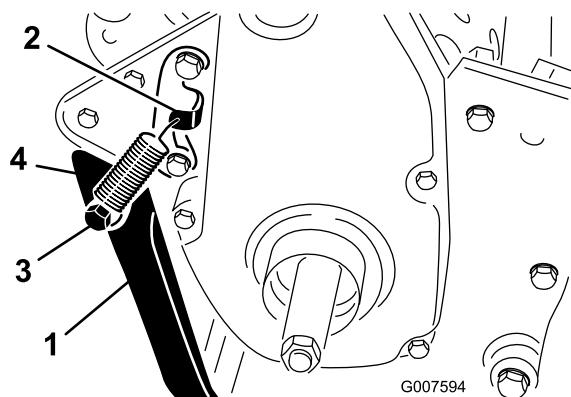

图8
2. 将弹簧钩入弹簧支架的孔中并在将支撑架与后机架中的安装孔对齐时将弹簧挂到弹簧柱螺栓上图8。
3. 用螺栓、锁紧垫圈、隔片、扁平垫圈和锁紧螺母将支架安装到机器的两侧图8。